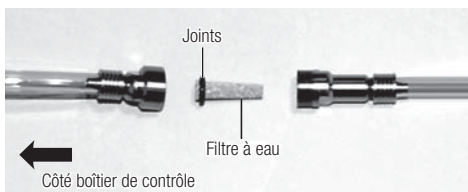

Fig. 26
- 2) Une fois que le logement du filtre à eau est détaché, le filtre à eau peut être enlevé, comme l'illustre la Fig. 26. Remplacez-le avec un nouveau filtre et remontez le filtre en réalisant les étapes susmentionnées dans le sens inverse.
Ne reliez pas le filtre à renversé la direction. La direction correcte est sur le Fig.26.